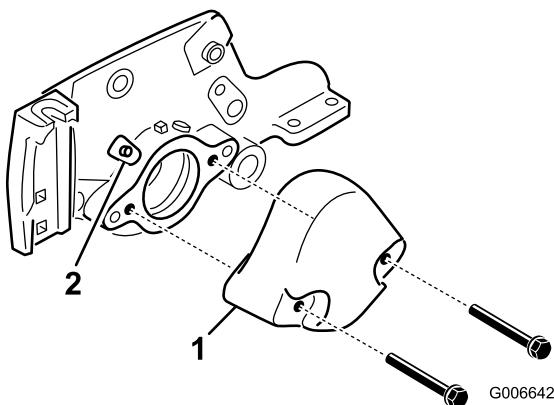

図 3
3. カウンタウェイトをカッティングユニットの左側に固定しているボルト2本を外す。カウンタウェイトを取り外す図3。
4. ベアリングハウジングについているストレートグリスフィッティングを外して45度フィッティングに取り替える図3。フィッティングがカッティングユニットの上面を向くように取り付ける。